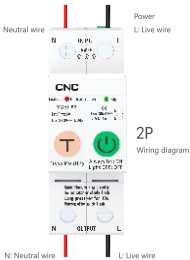

fig 3
6.2 Wiring Diagram: See Fig. 3